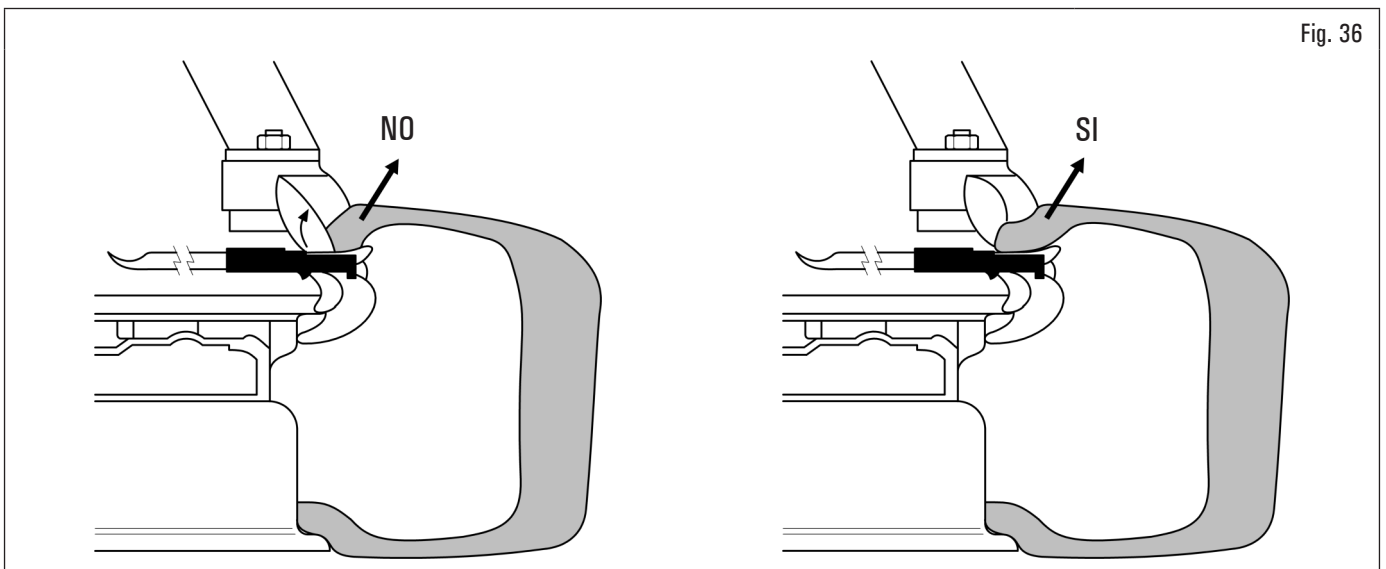

Fig. 36
9. al desmontar los neumáticos duros el talón puede colocarse en la cabeza útil de montaje, con el reborde doblado. Esto provoca que el talón se salga de la palanca cuando inicia la rotación hacia la derecha. Para evitar este problema hay que girar ligeramente la rueda hacia la izquierda hasta que el reborde no se desdoble. A continuación se puede empezar el desmontaje hacia la derecha (véase Fig. 36).